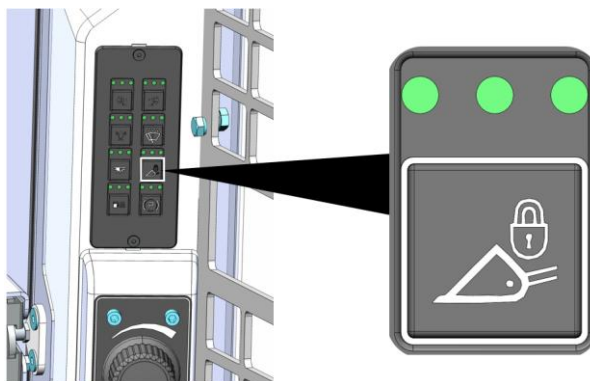

Рисунок 3.63. Кнопка блокировки гидравлической системы привода рабочего оборудования
Блокировка гидросистемы рабочего оборудования активируется автоматически при глушении двигателя или принудительно, при нажатии кнопки блокировки гидросистемы, рис. 3.63. При блокировке гидросистемы рабочего оборудования управление ковшем и стрелой заблокировано, над кнопкой в блоке кнопок управления (рис. 3.63) горят три светодиода, в панели уведомлений дисплейного модуля отображен индикатор «Блокировка рабочего оборудования» (рис. 3.64).
- ▶ Однократно нажать кнопку блокировки рабочего оборудования, см. рис. 3.63.
- ▷ Светодиоды над кнопкой (рис. 3.63) и индикатор на дисплее (рис. 3.64) гаснут.